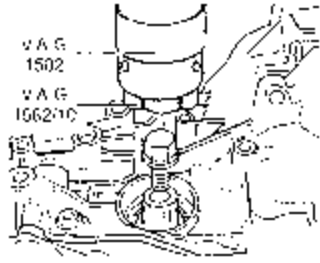

图 7-159 装入传动法兰
- (2) 用多功能油脂充填密封唇缘和防尘唇缘之间的空间。
- (3) 装入传动法兰以及新的卡环和新密封盖，如图 7-159 所示。